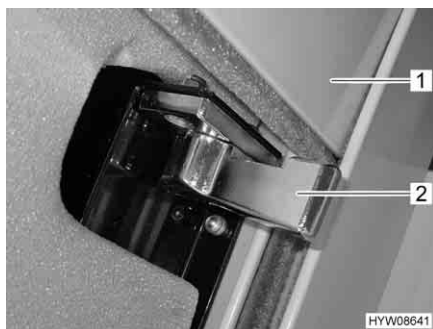

Fig. 43 Chiusura di sicurezza oscurante a rullo
- Sui entrambi i lati, ruotare spingendo in avanti la chiusura di sicurezza (Fig. 43,2).
- Premere e tenere premuto il pulsante basculante (Fig. 44,1 o Fig. 45,1), finché l'oscurante a rullo (Fig. 43,1) ha raggiunto la posizione desiderata.
- Premere e tenere premuto il pulsante basculante (Fig. 44,1 o Fig. 45,1) finché l'oscurante a rullo (Fig. 43,1) ha raggiunto la posizione più alta.
- Sui entrambi i lati, ruotare spingendo indietro (Fig. 43) la chiusura di sicurezza (Fig. 43,2).